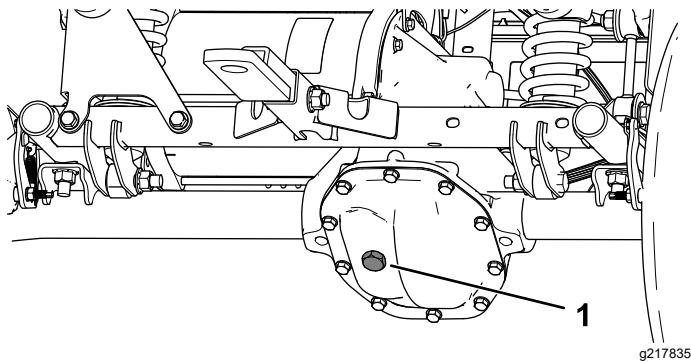

Figure 53
- Enlevez le bouchon de remplissage de la boîte-pont (Figure 53).
5. Si le niveau de liquide est trop bas, enlevez le bouchon de remplissage et ajoutez le liquide spécifié jusqu'à ce qu'il ressorte par l'orifice (Figure 53).
4. Retirez le bouchon de remplissage de la boîte-pont et remplissez celle-ci avec le liquide spécifié jusqu'à ce qu'il ressorte par l'orifice de remplissage (Figure 53).